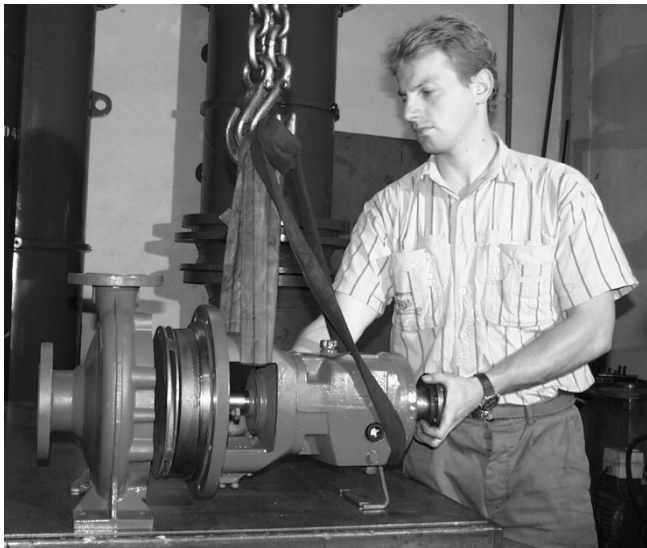

Bild 9
- Spiralgehäuse (4) über Entleerungsstopfen (E) entleeren.
- Verschraubungen sämtlicher Hilfsrohrleitungen (Sperrung, Kühlung, Quenchen, etc.) lösen und Schmieröl aus Lagerträger (10) über Ölablassschraube (AS) ablassen.
- Lafeinheit an Hebezeug hängen, so dass beim Ausbau die Lafeinheit weder nach unten sackt, noch nach oben im Spiralgehäuse (4) drückt. Befestigungsbeispiel siehe Bild 9.